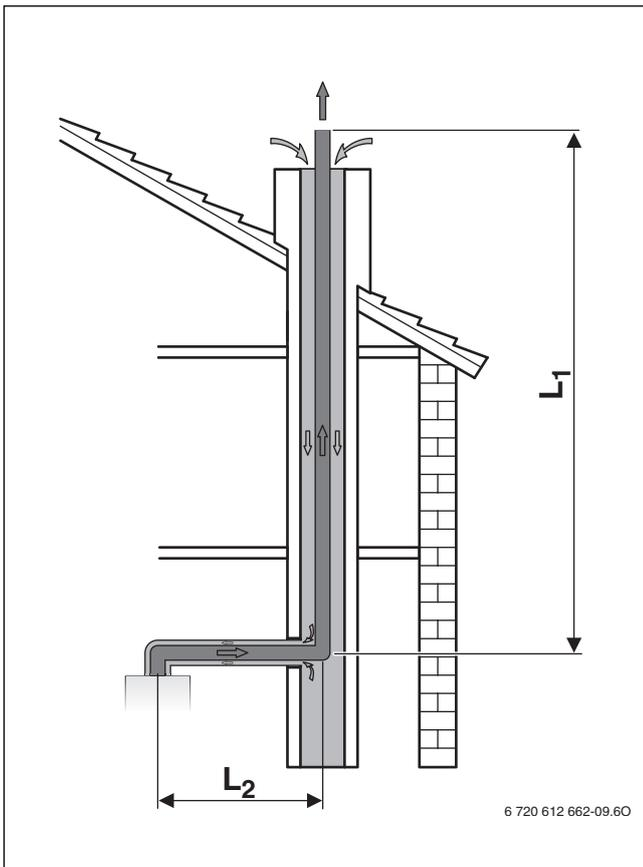

Fig. 18 Configuration C93
- Si l'air de combustion est alimenté par le conduit à contre-courant (→ fig. 18 et 19), le conduit doit être nettoyé.